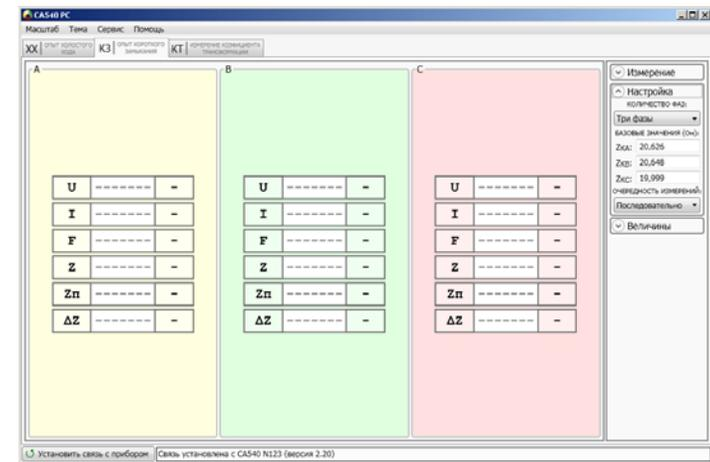

Рисунок 7.15
4) Перейти на вкладку , для чего щелкнуть по ней. Развернуть поле "Настройка", для чего щелкнуть по кнопке  (рисунок 7.15).
5) Установить количество фаз проверяемого трансформатора, для чего щелкнуть по кнопке в подразделе "Количество фаз" в поле "Настройка" (рисунок 7.15) и из выпадающего списка выбрать, например, "Три фазы".
6) Ввести базовые значения сопротивления короткого замыкания $Z_{ка}$, $Z_{кв}$, $Z_{кс}$ или значения, полученные при проведении предыдущего опыта короткого замыкания (далее – КЗ), для чего, предварительно щелкнув в соответствующей строке поля "Базовые значения, Ом" (рисунок 7.15), ввести значения Z_k с помощью клавиатуры.
7) Выбрать один из вариантов порядка проведения измерений: "Последовательно" (при этом сначала будут выполнены все N-измерений для фазы А, затем N-измерений для фазы В и потом фазы С, причем N – количество накапливаемых измерений) или "Параллельно" (при этом все N-измерений будут выполняться одновременно для всех фаз), для чего щелкнуть по кнопке в подразделе "Очередность измерений" в поле "Настройка" и из выпадающего списка выбрать нужный вариант (рисунок 7.15).
ке (рисунок 7.15).